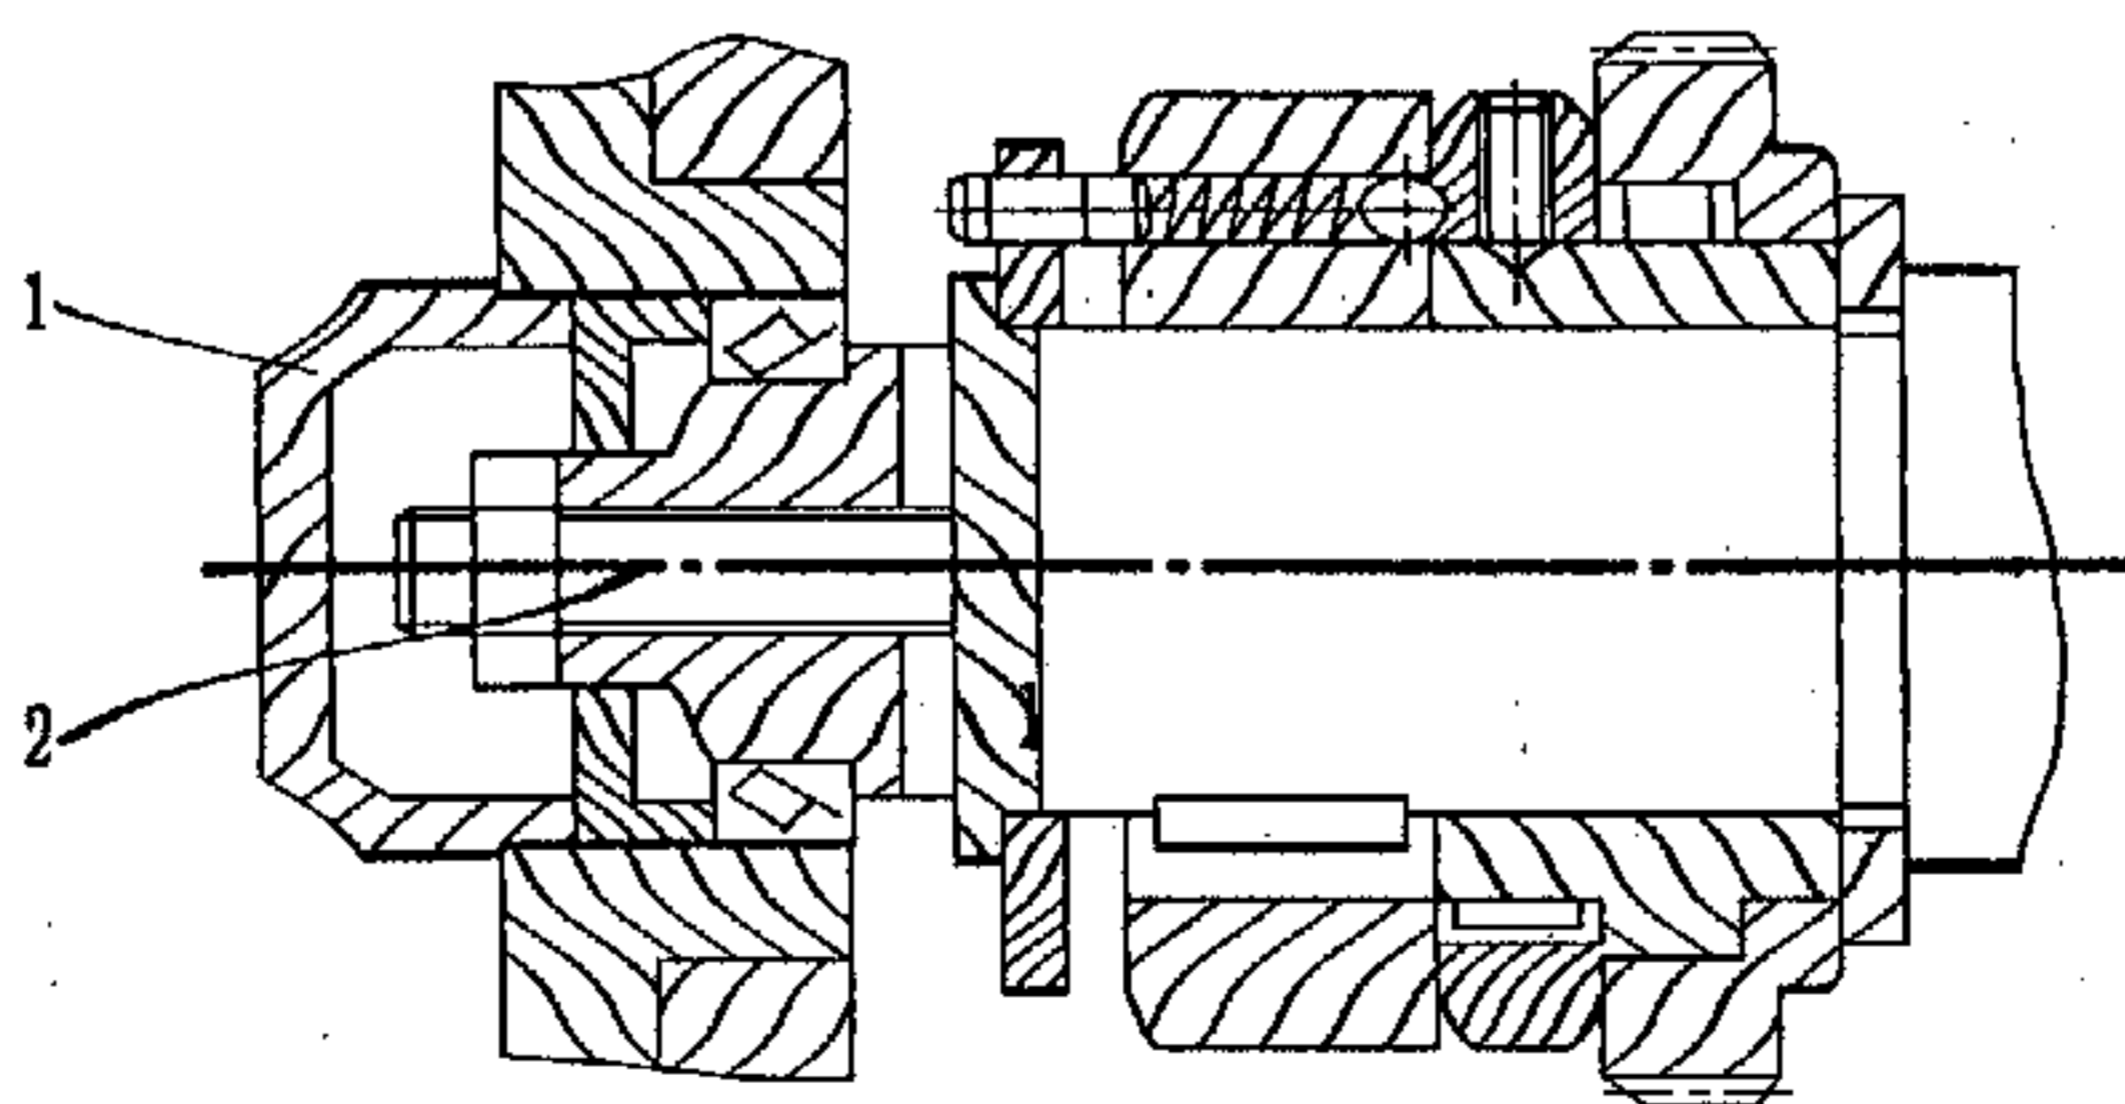

Рис. 11-8 Схема регулировки предохранительной муфты
Если режущее усилие постоянно ниже максимально разрешённого режущего усилия станка, то предохранительную муфту следует отрегулировать с помощью винта (2). Перед регулировкой убедитесь в том, что вы сняли крышку (1). Смотрите Рис. 11-8. Старайтесь не перетянуть муфту. Чрезмерно натянутая муфта утрачивает свою защитную функцию и причиняет повреждения деталям станка.